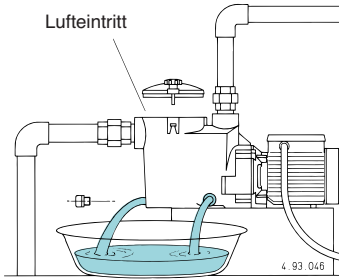

Abb. 4 Entleerung
**Bei längerer Stillstandsperioden oder bei Frostgefahr ist die Pumpe vollständig zu entleeren.** Dafür die zwei Ablassschrauben mit den wiederverwendbaren Runddichtringen abnehmen (**Abb. 4**).
Vor der Demontage ist die Pumpe vollständig zu entleeren (siehe **Abb. 4** und **Kapitel 10.**). Demontage und Montage unter Zuhilfenahme des Schnittbildes (**Kapitel 12.**) durchführen. Zur Trennung des Motors mit der Antriebslaterne (32.00) vom Pumpengehäuse (14.00) sind die Schrauben (14.24) mit Muttern (14.28) und Scheiben (14.29) zu lösen. Das Pumpengehäuse ist danach zwischen den gegenüberliegenden Ansätzen mit zwei Schraubenziehern abzudrücken. Um das Laufrad (28.00) zu demontieren ist einen breiten Schraubendreher in die vorgesehene Nut auf der gegenüberliegenden Ventilatorseite der Welle (78.00) zu stecken. Laufrad mit einer hand halten und durch Drehen der Welle mit dem Schraubendreher im **Gegenuhrzeigersinn** abschrauben (**Abb. 5a**).